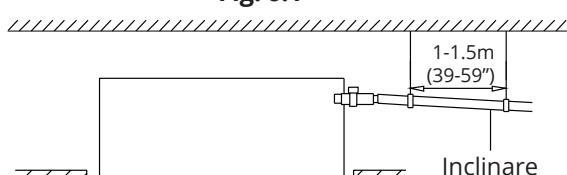

Fig. 6.2
- Instalati conducta respectand instructiunile din fig. 6.2